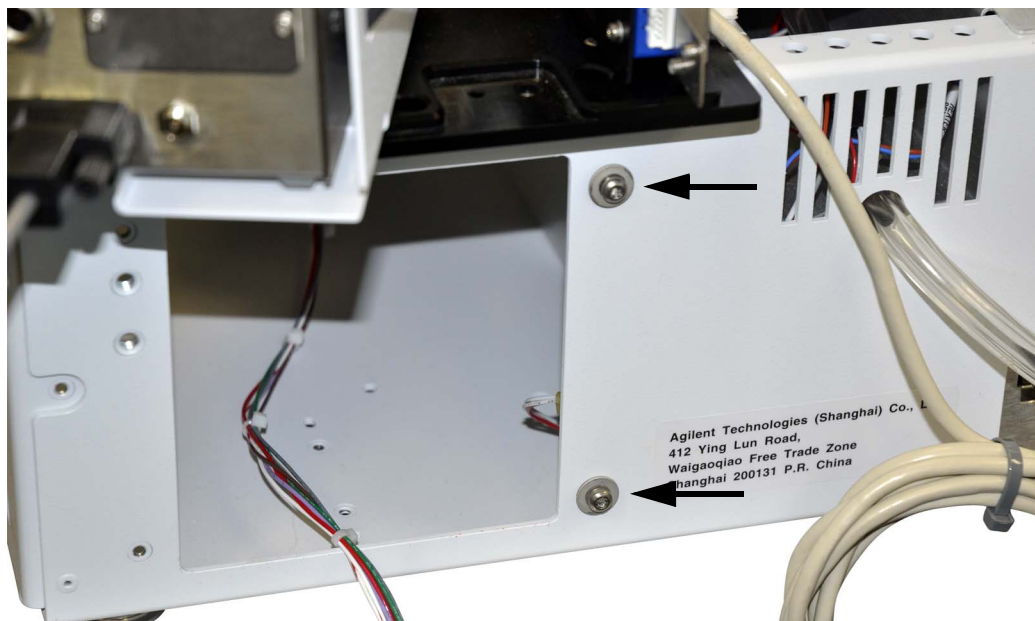

図 46 ワッシャとネジをメインフレームの背面に取り付ける
- 1 図 46 に示す 2 個のストッパー（G8135-20220）とネジをメインフレーム上の背面左開口部に取り付けます。